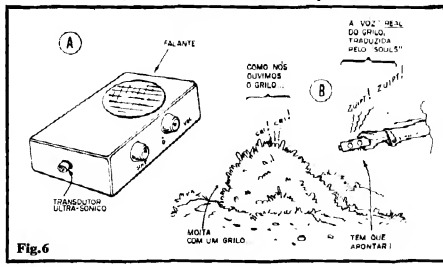
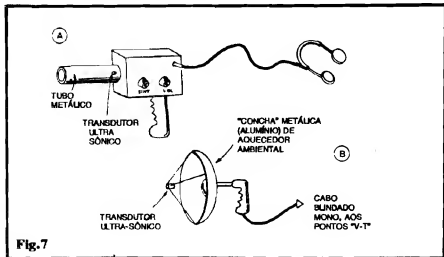

Fig.6
Fig.7
- - Tubos "concentradores", parábolas, cornetas exponenciais, manoplas, etc., destinados a dar mais direcionalidade e sensibilidade (além de facilidades no manuseio) ao SOULS, em aplicações mais avançadas (ver fig. 7 e TEXTO respectivo...)
- FIG. 6-A - A CAIXA... - A idéia geral de "encaixamento" e acabamento para o SOULS é dada na figura... Num container retangular e não muito "alto", uma das faces principais pode ser ocupada unicamente pelo alto-falante (este deve ser pequeno, porém, de preferência não do tipo "micro", já que o rendimento sonoro é também dependente de um certo diâmetro mínimo...). O transdutor ultra-sônico deve projetar-se do centro de uma das faces menores da caixa, de modo que seja fácil ao operador "apontar" o dito sensor na direção que pretende "escutar" (detalhes mais adiante). Finalmente, numa das laterais maiores, podem ficar os dois potenciômetros (VOLUME e SINTONIA), lembrando que o "liga-desliga" da alimentação está incorporado ao controle de VOLUME... Quem quiser incorporar um jaque para fone de ouvido, poderá instalá-lo na face menor oposta à ocupada pela cápsula ultra-sônica...
- FIG. 6-B - ESCUTANDO O... "INESCUTÁVEL"... - São muitas (surpreendentemente muitas...) as manifestações sonoras em ultra-sons, presentes - por exemplo
- **FIG. 7 - APERFEIÇOANDO A CAPTAÇÃO DO SOULS** - Ultra-sons, diferentemente dos sons em Frequência mais baixas (audíveis...) são nitidamente  **direcionais** , ou seja: sua energia é mais ou menos concentrada, num feixe cônico a partir da fonte... É por isso que torna-se necessário  **apontar**  o transdutor (mesmo porque  **este também** tem seu espectro de sensibilidade num diagrama bastante direcional...). Podemos nos aproveitar dessa característica dos ultra-sons (e do transdutor...) para otimizar o funcionamento do SOULS, dotando-o de tubos, campânulas, parábolos, cometas, etc., sempre dispostos no sentido de concentrar a captação sobre a cápsula piezo... Algumas das idéias básicas, que podem ser desenvolvidas e pesquisadas pelos Leitores/Hobbyistas, estão nos itens A e B da figura... No primeiro exemplo, um tubo metálico, de diâmetro não muito pequeno, acomoda o transdutor no seu fundo (ao centro do dito fundo...), de modo que, apontando-se a "boca" do tubo para a área a ser "escutada", os eventuais ultra-sons encontrem um natural caminho de concentração... O tubo pode ser fixado à própria caixa do circuito (conforme fig. 6-A) e, se esta for dotada de uma manopla na sua face inferior, o manuseio ficará bastante confortável... Na segunda possibilidade, uma "concha" metálica, do tipo normalmente utilizada nos aquecedores ambientais baratos, é usada como "lente acústica", refletindo e concentrando os ultra-sons provenientes de uma grande área frontal, sobre o transdutor fixado no seu "ponto focal"... Notar que a face sensível da cápsula piezo deve, nesse caso, ficar voltada "para dentro", apontada para o "fundo da concha"... Tal conjunto poderá ser dotado de uma manopla (na "tra-